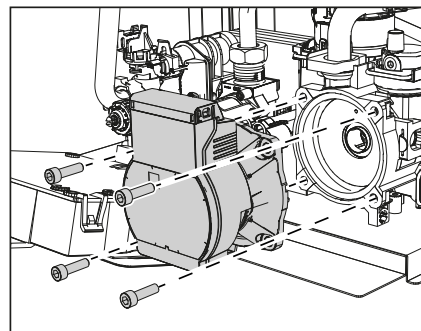

fig. 33
- Svitare e togliere il gruppo motore del circulatori (fig. 33)